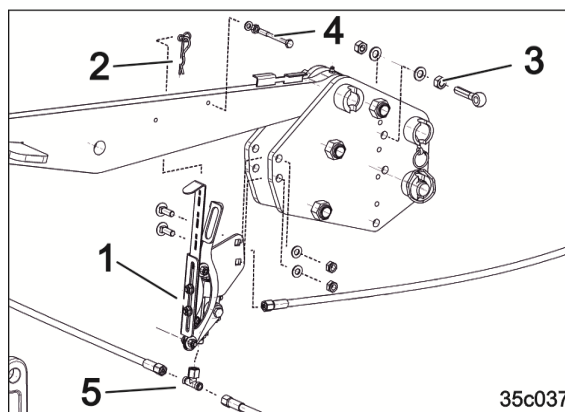

Fig. 89
6. Tag hydraulikslangen af på det monterede T-tilslutningsstykke (Fig. 89/5).
7. Skru den formonterede ventilholder (Fig. 89/1) på.
8. Forbind hydraulikslangerne med det nye T-tilslutningsstykke på ventilen (Fig. 89/5).
9. Fastgør det hvide trækkabel på fangkrogen (Fig. 89/2) med kabeløjet.
10. Montér øjeskruen som kabelføring (Fig. 89/3).
11. Montér aktiveringsskruen på topstangen (Fig. 89/4).